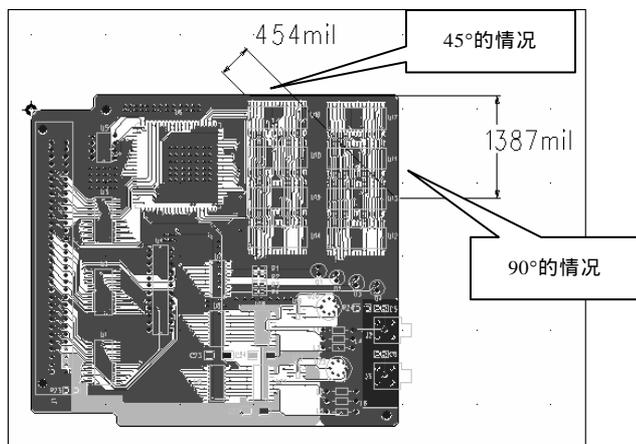

图 13-13 旋转标注模式下的尺寸标注
(8) 标注图形映像附着在光标上, 在合适的位置处单击鼠标左键放置, 如图 13-13 所示。其中, 标注了 A、B 两点间距在与 X 轴成 90° 和 45° 的方向上的投影距离。